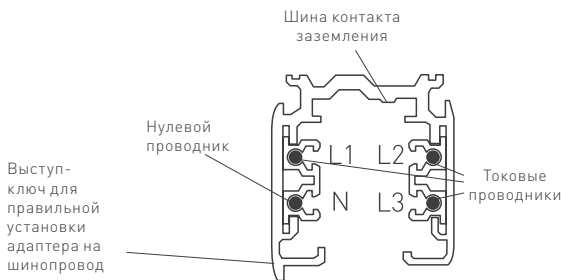

Рисунок 1. Конструкция шинопровода.
- 1) На шинопроводе «нейтраль» (N) является контактом, находящимся со стороны выступа-ключа на шинопроводе (рис. 1).